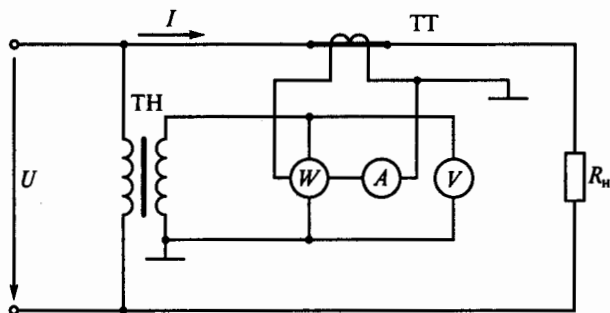

Рис. 179
**6.53.Р.** Какова цена делений ваттметра, амперметра и вольтметра в схеме, изображенной на рис. 179, если цена делений самих приборов соответственно  $C_W = 10$  Вт/дел.,  $C_A = 0,5$  А/дел.,  $C_V = 1$  В/дел.; коэффициенты трансформации измерительных трансформаторов напряжения и тока соответственно  $K_{\text{ТН}} = 100$ ,  $K_{\text{ТТ}} = 5$ ;  $U = 9000$  В;  $I = 90$  А, а шкала каждого прибора имеет 100 делений? (Указать неправильный ответ.)